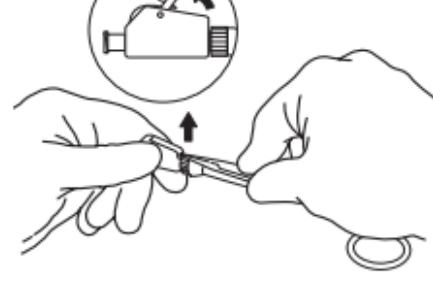

Fig. 4
- b. Skyv den oppover til låsearmen er fri. (Fig. 4)